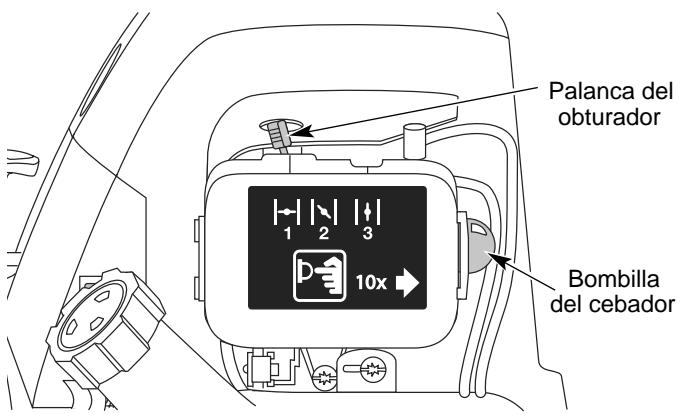

Fig. 7
4. Oprima completamente el cebador y suéltelo 10 veces. Hágalo lentamente. Se deberá ver un poco de combustible en el cebador y en las tuberías de alimentación de combustible (Fig. 7). Si no puede ver el combustible en el cebador, oprimalo y suéltelo tantas veces como sea necesario hasta que vea combustible en el mismo.
5. Coloque la palanca del obturador en Posición 1 (Fig. 7).